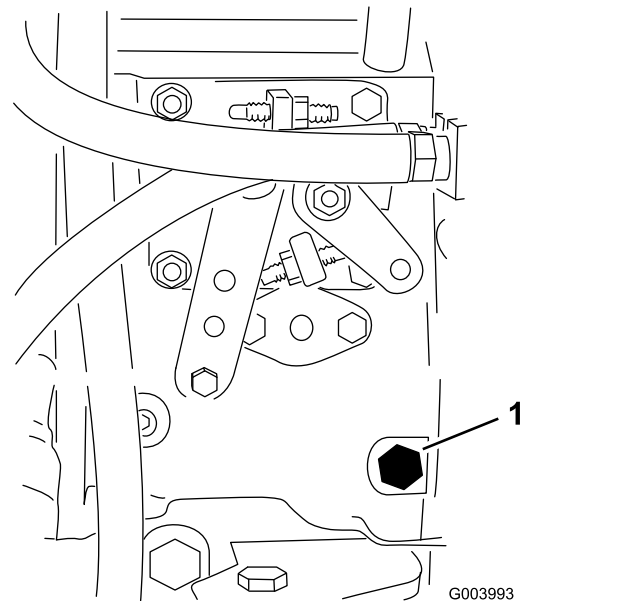

Figura 31
3. Abra el tornillo de purga de aire de la bomba de inyección de combustible (Figura 31) con una llave de 12 mm.